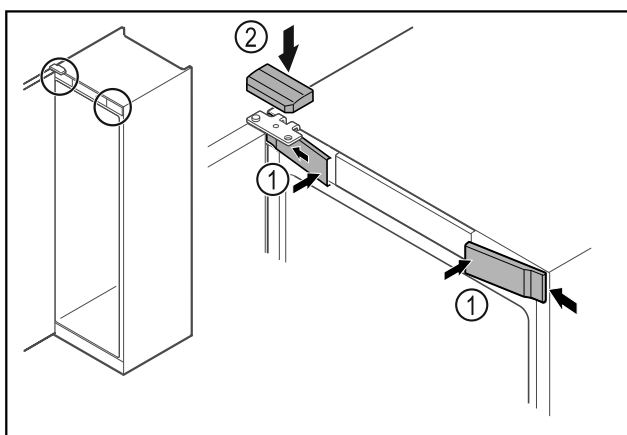

Fig. 47 *
- ▶ Agganciare le coperture anteriori Fig. 47 (1) di lato e innestarle.*
- ▶ Innestare la copertura superiore Fig. 47 (2) dall'alto.*